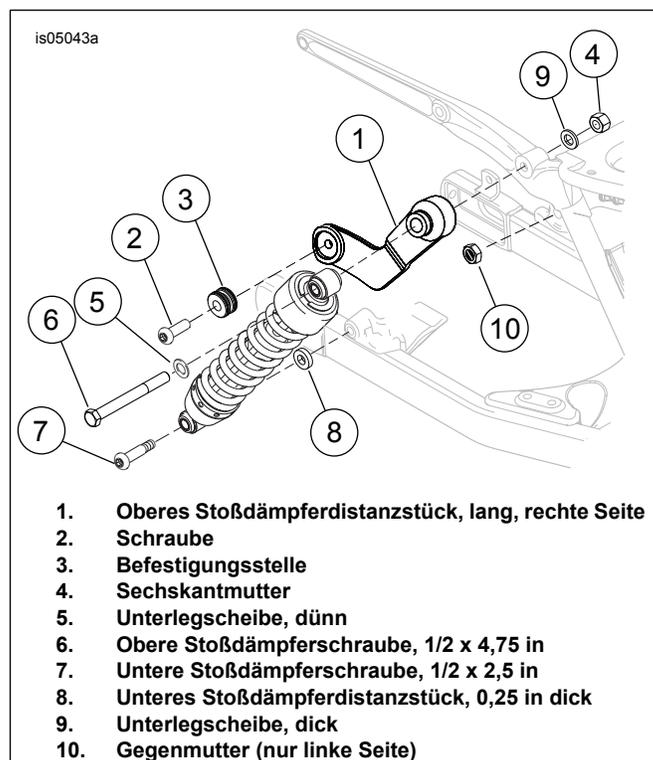

Abbildung 4. Stoßdämpfer einbauen (Modelle ab 2008)
- Siehe Abbildung 4. Eine Schraube (2) und eine Befestigungsstelle (3) wie dargestellt an jedem oberen Stoßdämpferdistanzstück (1) anbringen. Auf ein Drehmoment von 28–37 N·m (21–27 ft-lbs) anziehen.
- Die neue obere 4-in-Stoßdämpferschraube (6) mit dünner Unterlegscheibe (5) durch die obere Öse des Stoßdämpfers schieben und das neue rechte Stoßdämpferdistanzstück (1) wie dargestellt aufschieben; dabei den Arm des oberen Stoßdämpferdistanzstücks (1) so ausrichten, dass er direkt hinter dem Stoßdämpfer liegt.
- Eine dicke Unterlegscheibe (9) und Mutter (4) an der oberen Stoßdämpfer-Befestigungsschraube (6) anbringen.
- Den Stoßdämpfer mit der neuen unteren Stoßdämpferschraube (7) und dem Stoßdämpferdistanzstück (8) zwischen Stoßdämpfer und Hinterradschwinge an der Hinterradschwinge befestigen. Gegenmutter (10) anbringen. Die untere Stoßdämpferschraube auf ein Drehmoment von 41–61 N·m (30–45 ft-lbs) anziehen.